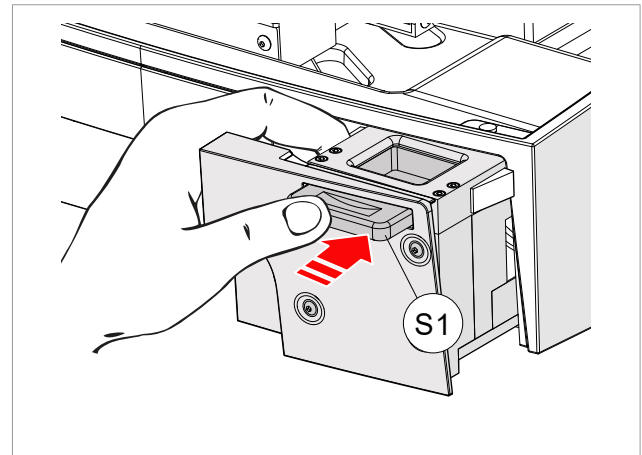

Bild 84
- 1) Die Schublade (S) vollständig herausziehen.
- 2) Mit einer Hand die Schublade festhalten und den Griff (S1) drücken (Bild 84).